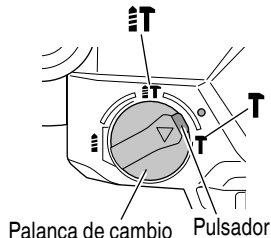

Fig. 24
- (1) Montar la punta rompedora o cortafrios.
- (2) Presionar el pulsador y colocar la palanca de cambio en medio de la marca **IT** y la marca **T** (Fig. 24).